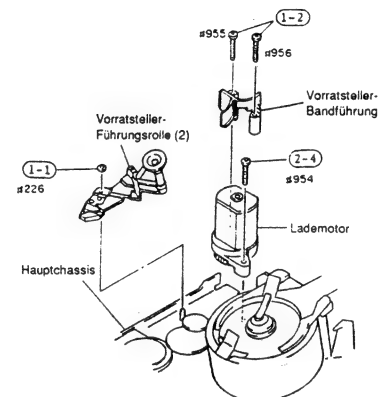

Abb. 2-65
(1) Vorratsteller-Führungsrolle (2), Vorratsteller-Bandführung
- Eine (1) Scheibe entfernen, mit der die Vorratsteller-Führungsrolle (2) befestigt ist (siehe Abb. 2-65).
- Zwei (2) Befestigungsschrauben der Vorratsteller-Bandführung entfernen.
- Die Vorratsteller-Führungsrolle (2) und die Vorratsteller-Bandführung von dem Hauptchassis entfernen.
(2) Lademotor
- Eine (1) Schraube entfernen und den Lademotor von dem Hauptchassis abnehmen (siehe Abb. 2-65).
- Hinweis 2: Nach dem Einbau der Vorratsteller-Führungsrolle (2) ist die folgende Einstellung vorzunehmen.
- Höhereinstellung der Vorratsteller-Führungsrolle (2)